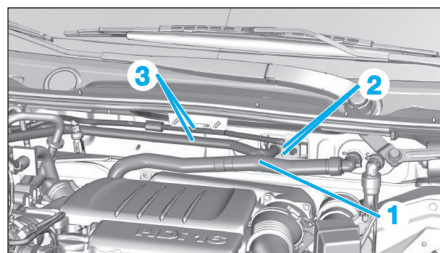

Fig. 9
- Dégrafer et désaccoupler la durit d'aérotherme (1) (Fig.9).
- Déposer les 2 écrous (2).
- Désaccoupler les tuyaux de réfrigérant (3).